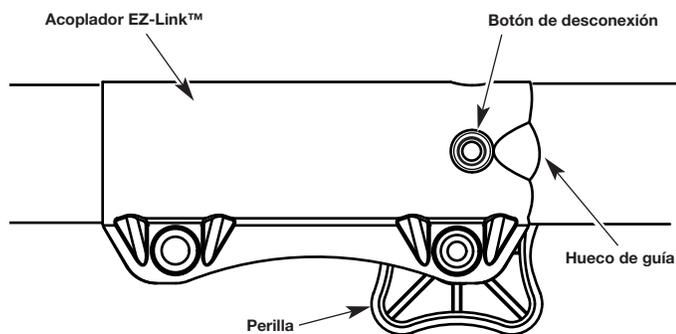

Fig. 16
**NOTA:** La alineación del botón de desconexión con el hueco de guía facilitará la instalación (Fig. 16).
1. Gire la perilla en sentido antihorario para aflojarla (Fig. 16).
2. Opima y sostenga el botón de desconexión (Fig. 16).